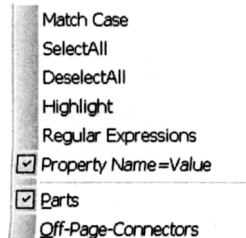

图 22.7 选择 Property Name = Value
**Property Name = Value** 需要完整的属性名称，而对于 Value 可以使用通配符“\*”和字符“?”进行标记。例如，在 Digital Counter 设计项目中查找所有的 ICs，如图 22.7 所示选择 **Property Name = Value**。然后输入 Part Reference = U\*，